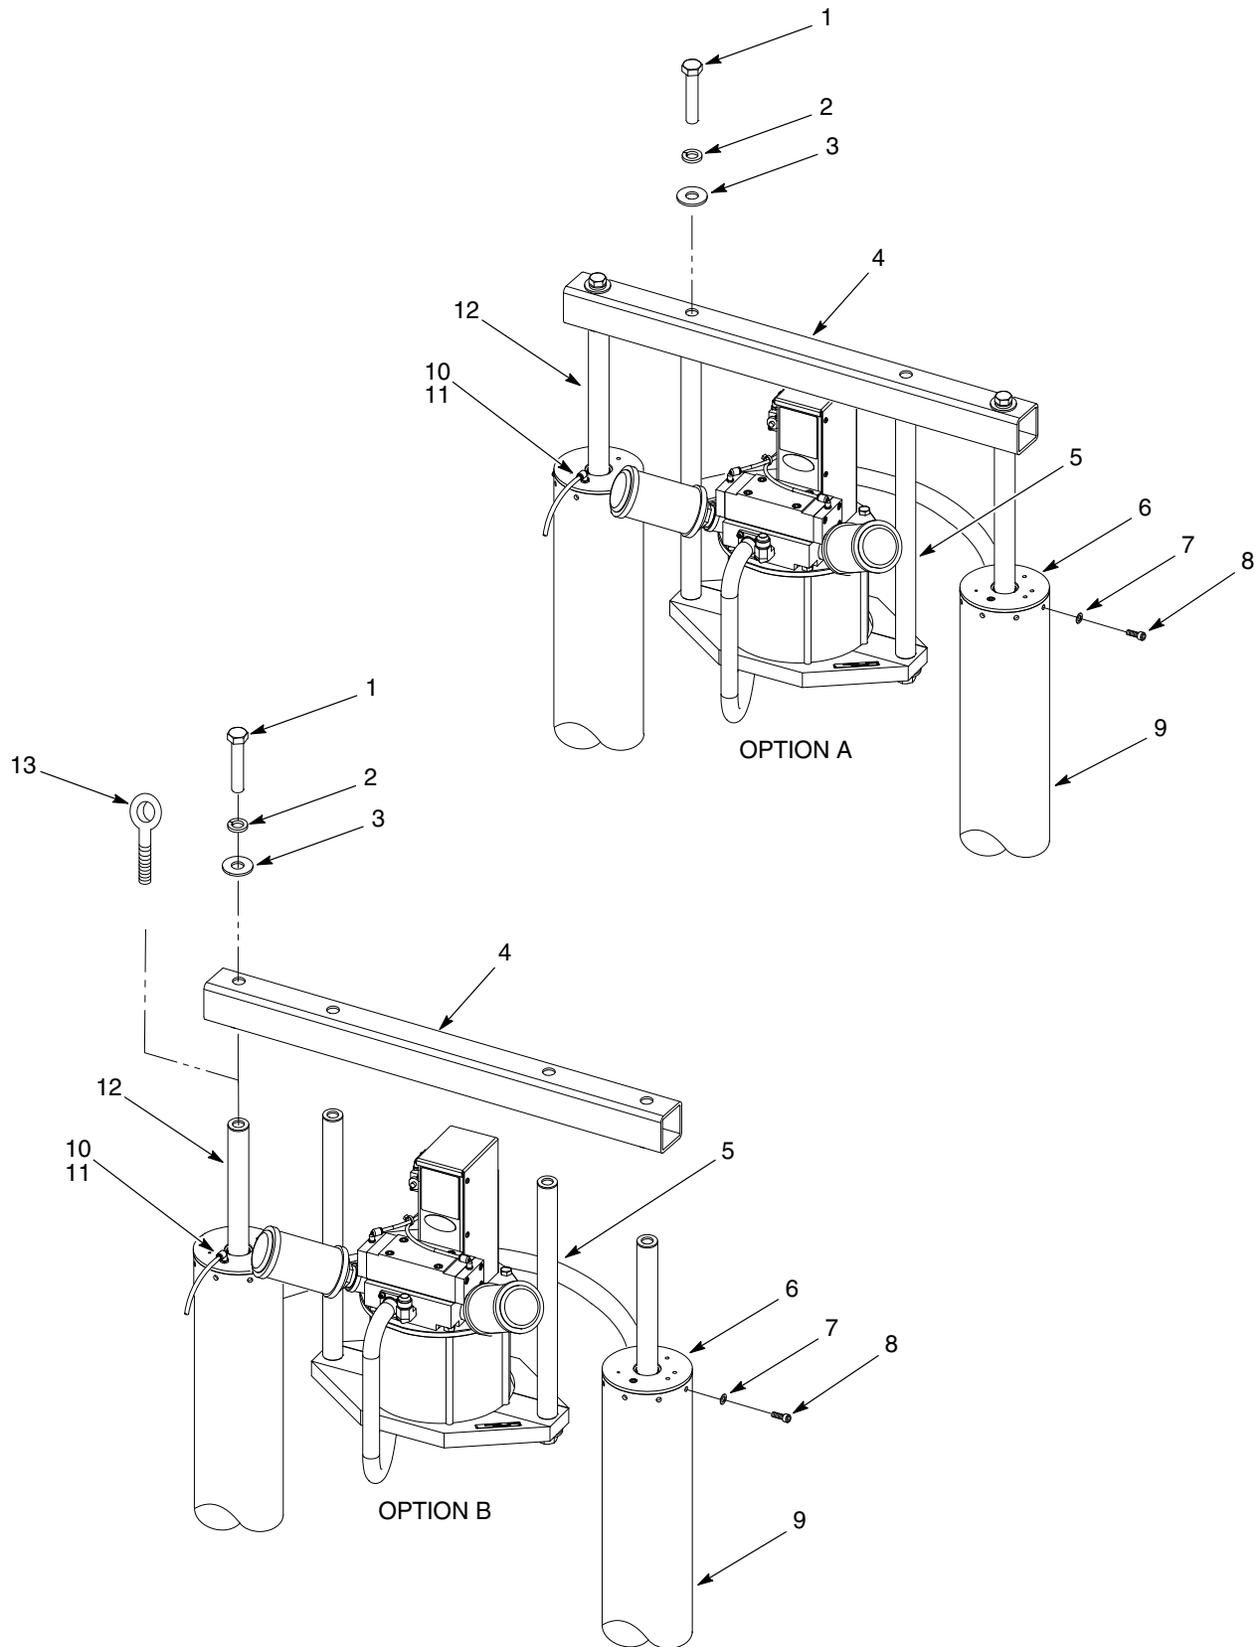

Figure 2 Dépose des tiges des vérins
1. Voir la figure 2, Option A. Retirer les vis (1), les rondelles frein (2) et les rondelles plates (3) qui fixent la traverse (4) aux tiges de fixation (5).
2. Débrancher le tuyau (10) du raccord (11).
3. Retirer les vis d'assemblage (8) et les rondelles (7) des vérins pneumatiques (9). Noter la position des têtes des vérins (6).
4. Attacher le dispositif de levage à la section centrale de la traverse (4) et retirer les deux tiges (12) des vérins pneumatiques (9).
1. Voir la figure 2, Option B. Retirer les vis (1), les rondelles frein (2) et les rondelles plates (3) qui fixent la traverse (4) aux tiges de fixation (12) et aux tiges des vérins (5).
4. Visser les boulons à œillet $\frac{7}{8}$ -14 (13) dans chaque tige de vérin (12). Attacher le dispositif de levage à un œillet et l'utiliser pour retirer la tige du vérin pneumatique (9). Retirer la tige de l'autre vérin pneumatique en suivant la même procédure.
- rondelles plates (14)
- rondelles freins (15)
- vis de la tige (16)
- Serrer chaque vis (16) à 250 ft-lb (339 N•m).
- Lubrifier le joint du piston (11) avec du lubrifiant pour joints toriques.
- Guider soigneusement la tige de vérin (7) dans le vérin pneumatique (19) jusqu'à ce qu'elle touche le fond. Monter la tige de l'autre vérin pneumatique en suivant la même procédure.
- Redonner aux têtes de vérin (4) la position notée lors du démontage.
- Monter chaque tête de vérin (4) sur un vérin pneumatique (19). Poser les rondelles (17) et les vis d'assemblage (18) sur chaque vérin. Serrer chaque vis (16) à 10-15 ft-lb (14-20 N•m).
- Brancher la conduite d'air (20) au raccord (21).
- Remettre en place tous les éléments ou supports enlevés du haut de la tête de vérin (4).
- Voir la figure 2, Option B. Appliquer de la Loctite 242 sur les filets des vis (1). Monter la traverse (4) sur les tiges de vérin (12) et les tiges de fixation (5) à l'aide des vis, des rondelles frein (2) et des rondelles plates (3). Serrer les vis à 250 ft-lb (339 N•m).